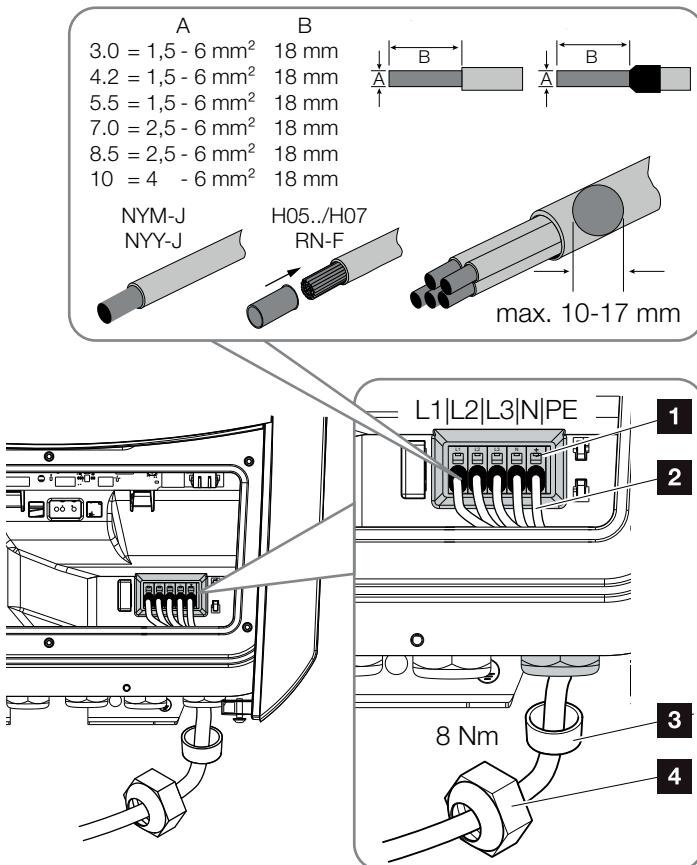

Bild 21: Anslut nättilledningen till växelriktaren
9. Anslut nättilledningens ledare i enlighet med texten på AC-anslutningsklämman. **! Bild 21, pos. 1**